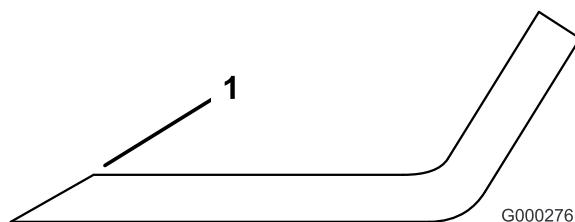

Figura 102
3. Inspeccione los filos de todas las cuchillas. Afílelos si están romos o tienen mellas. Afile únicamente la parte superior del filo y mantenga el ángulo de corte original para asegurar un filo correcto (Figura 102). La cuchilla permanecerá equilibrada si se retira la misma cantidad de metal de ambos bordes de corte.